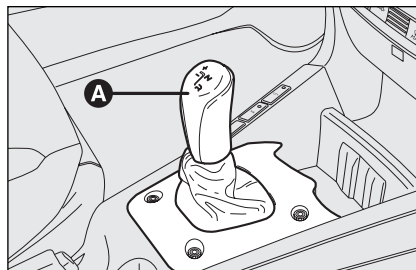

fig. 8
En agissant sur le levier de commande **A**-fig. 8, de type flottant avec une "unique position centrale stable", il est possible de demander l'augmentation/diminution du rapport de la vitesse engagée et/ou l'engagement de la marche arrière (R) ou de la position point mort (N).